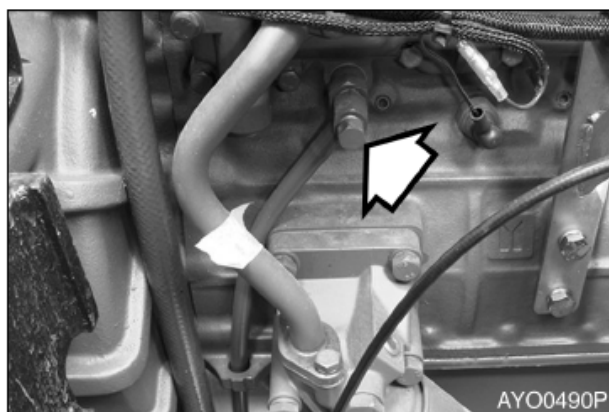

Рис. 73
4. Извлечь заглушку сливного крана охлаждающей жидкости (1, рис. 73) из двигателя.